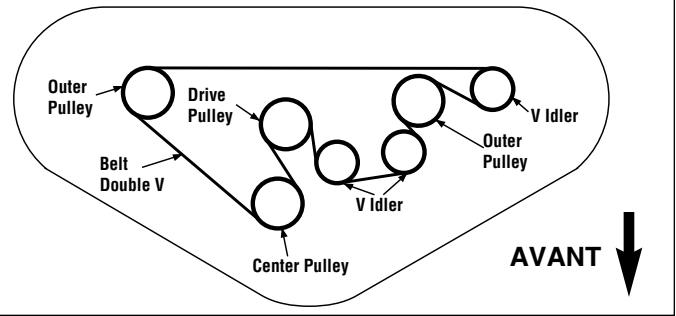

Figure 39. Configuration de la courroie de la tondeuse de 152 cm
7. Installer la nouvelle courroie comme illustré sur le schéma de la figure 39.